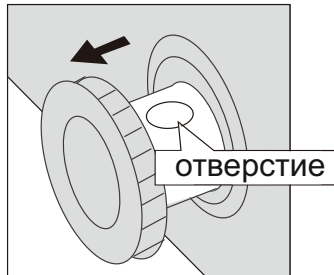

Рисунок 6
- Необходимо установить лоток под внешнюю сливную пробку. Вынуть ручку для слива (рис. 6).